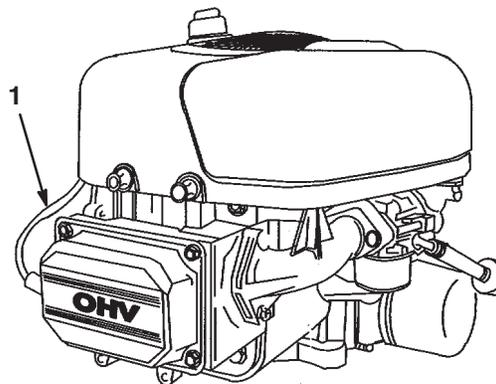

Figure 25
- Débranchez la bougie (Fig. 25).
- Branchez la bougie (Fig. 25).